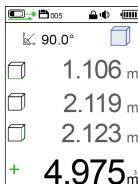
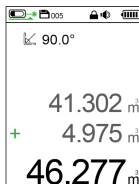

Abbildung 8 Zweites gemessenes Volumen
Abbildung 9 Summe des Volumens
Schritt 3: Wiederholen Sie Schritt 1, um das zweite Volumen zu messen, und das Ergebnis ist in Abbildung 8 dargestellt; Drücken Sie  kurz die Taste, und das Gerät summiert automatisch die beiden Volumina. Im Hilfsanzeigebereich werden die Werte des ersten und zweiten Volumens angezeigt, und im Hauptanzeigebereich wird die Summe der beiden Volumina angezeigt, wie in Abbildung 9 dargestellt.